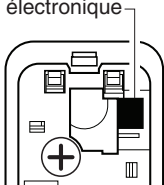

Figure 5 - Détermination de la position appropriée du commutateur (arrière du bouton-poussoir)
7. Si vous possédez un carillon électronique, faites passer les deux cavaliers situés à l'arrière du bouton-poussoir des deux broches inférieures aux deux broches supérieures (voir la Figure 5). Appuyez sur le bouton-poussoir pour en faire de nouveau l'essai.